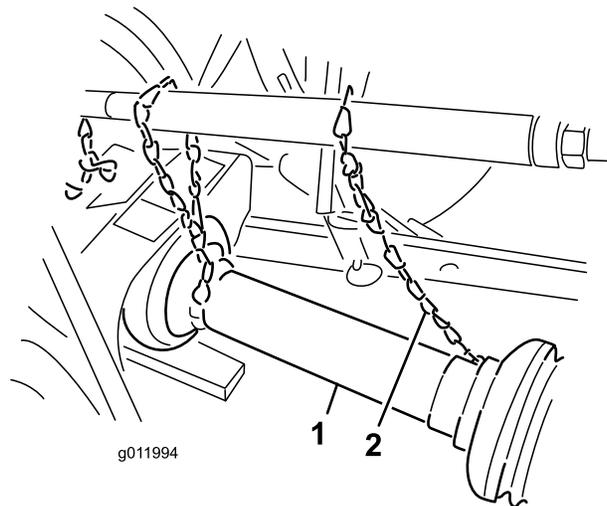

Figure 6
4. Appuyez sur la goupille pour fixer l'arbre de PDF en place et faites-le glisser d'avant en arrière pour vérifier qu'il est verrouillé correctement (Figure 6).
5. Accrochez les chaînes de sécurité des sections de l'arbre de commande aux clips soudés sur les bras de liaison ou les protections de la PDF (Figure 6).